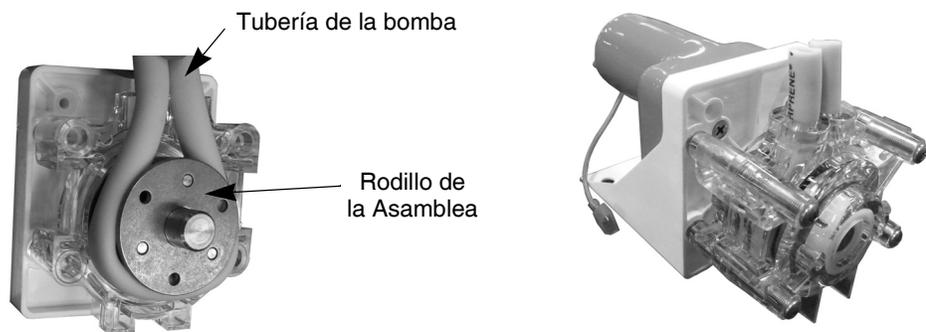

Figura 16. Conjunto de la bomba
3. Retire **ÚNICAMENTE** la mitad del cuerpo de la bomba posterior para revelar las mangueras y rodillos de la bomba (véase la Figura 16).